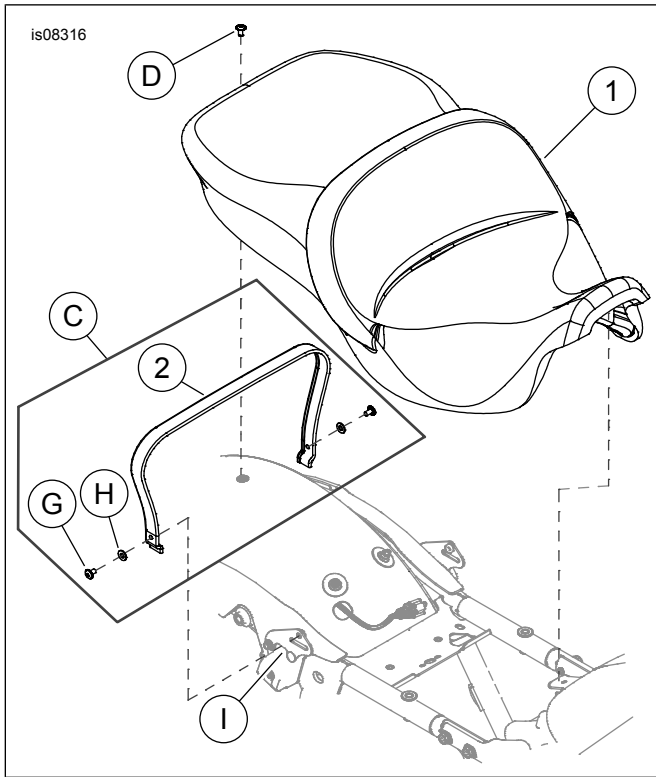

Figura 2. Contenido del kit: Sella Touring
1. Vedere la figura 2. Rimuovere le viti della cinghia di sostegno (G), le rondelle (H) e la cinghia di sostegno dal veicolo.
3. Rimuovere la vite con la rondella di sicurezza (D) e la sella.